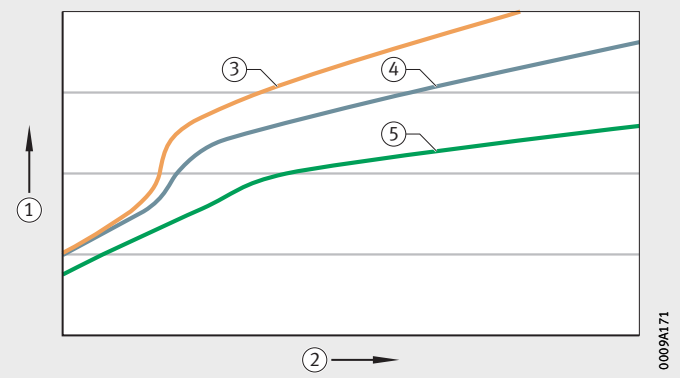
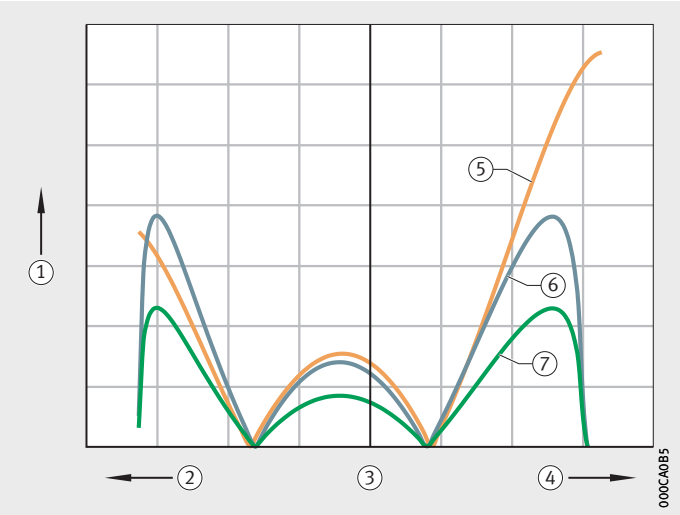

图 3
图 4
- 修形滚动体可降低表面起源失效指标¹⁾，第 5 页，图 4。
- 固定中档边可提高轴向刚度，从而减小传动链的轴向滑动距离，第 5 页，图 3。
接触角，固定中档边，以及修形的滚动体的影响，参见图 3 和图 4。